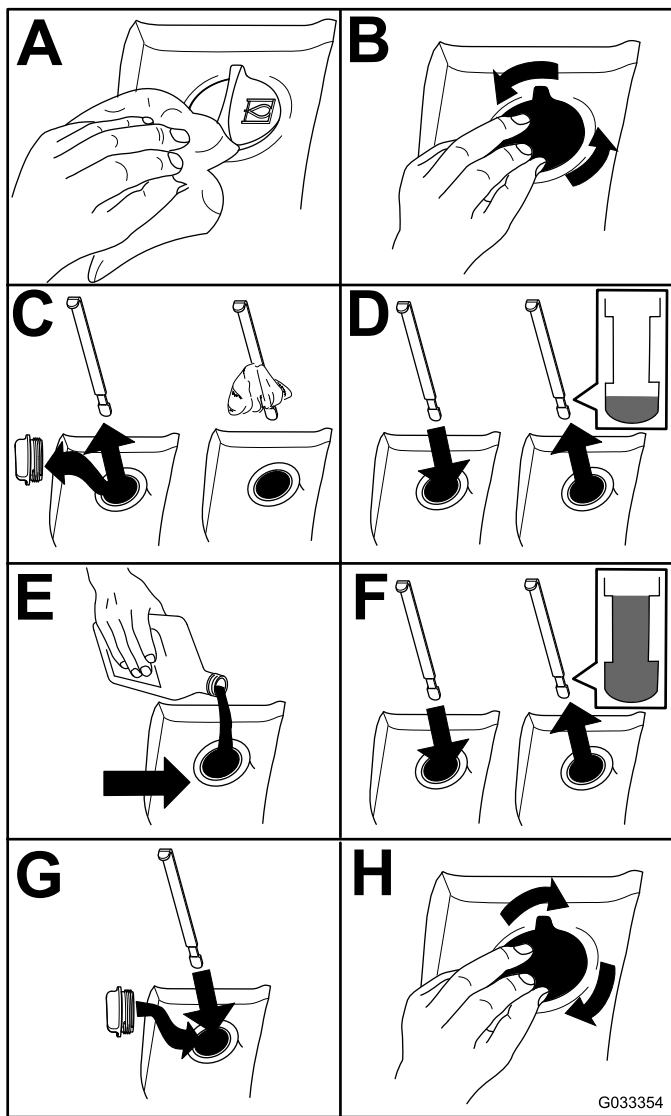

Figura 72
2. Controllare il livello del fluido idraulico (Figura 72).